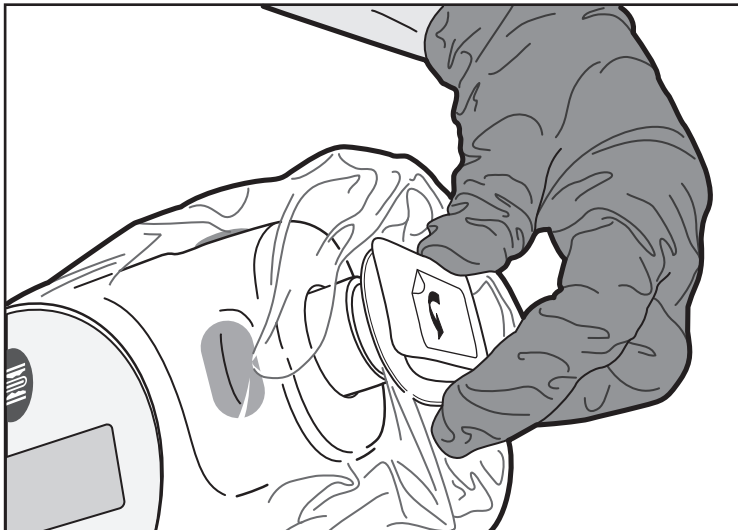
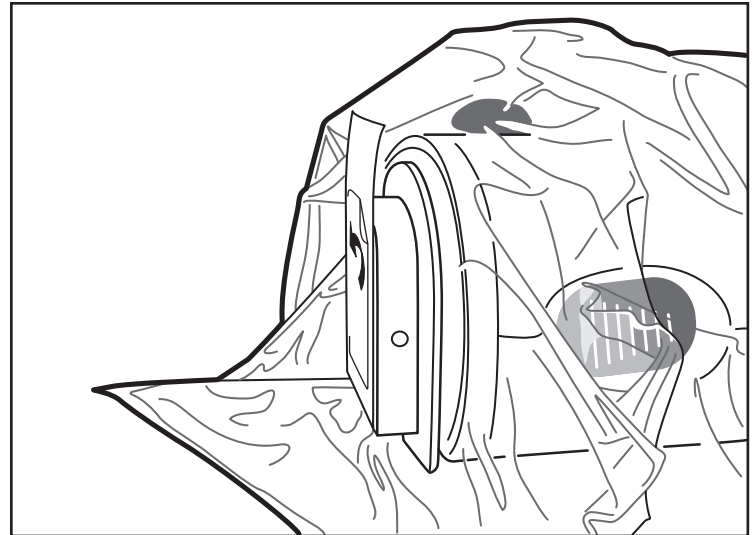

Abbildung 7. Befestigen der Frontplatte
Abbildung 8. Befestigte Frontplatte
8. Zum Befestigen des Beutels an der MDU5 PLUS Motorantriebseinheit richtet die sterile Person die Frontplatte am Beutel mit dem vorderen Ende der MDU5 PLUS Motorantriebseinheit aus (Abbildung 7) und drückt diese vorsichtig an, um die Verbindung zu sichern. Zwischen der Frontplatte und dem vorderen Ende dürfen keine Materialien eingeklemmt sein. Überschüssiges Beutelmateriel im Bereich um und hinter der Verbindung ist normal (Abbildung 8).